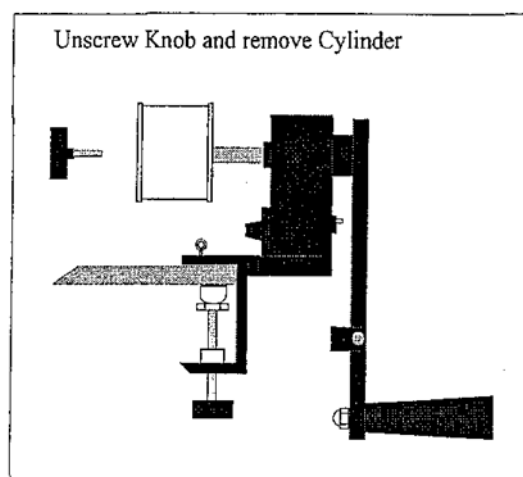

Figure 7 Clamp to Table and Remove Cylinder
1. Desenrosque la pieza giratoria de ajuste (*color negro*) y saque el cilindro de aluminio (*fig. 7*). Coloque luego el cilindro en un refrigerador para reducir la temperatura al menos en 10 °C por debajo de la temperatura ambiente del laboratorio. Cuando el cilindro refrigerado es calentado por fricción, el punto medio deseable entre la más alta y la más baja de las temperaturas, es el de la temperatura ambiente. El calor será transferido desde el aire del laboratorio al cilindro cuando el mismo esté más frío y, a la inversa cuando esté más caliente, compensándose así las pérdidas de calor del cilindro cuando está girando y aumentando su temperatura. Como el cambio de temperatura del cilindro resultará simétrico alrededor de la temperatura ambiente, la cantidad de calor transferido hacia y desde el cilindro al ambiente será aproximadamente igual.